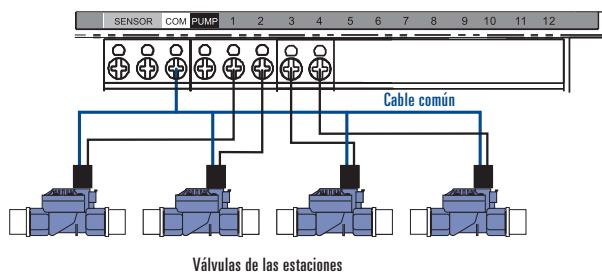

Figura 14: Conexión del cable del aspersor
- Conecte cada cable del aspersor (excluyendo el cable “común”) a una terminal de estación diferente (numerada encima del tornillo de cada terminal) insertando completamente el cable al descubierto en el orificio debajo del tornillo de cada terminal. [Ver Figura 14]